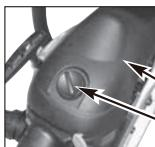

Fig. 18A
2. Déposez le bouton (A) qui maintient le couvercle du filtre à air, puis retirez le couvercle supérieur (B) en desserrant les vis de fixation du couvercle. Le couvercle se soulève. (Fig. 18A)